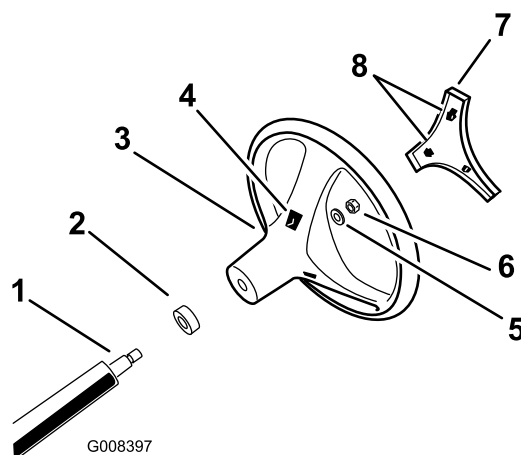

Figura 3
- Fixe o volante no eixo com a porca de bloqueio e aperte-a a 24 a 29 N m como se mostra na Figura 3.
- Alinhe as patilhas da tampa com as ranhuras no volante e coloque a tampa no volante (Figura 3).